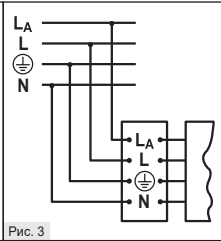

Рис. 3
- 1.5. Присоедините концы кабеля к позициям L₁, L, N, ⊕ в клеммной колодке (Рис. 3).